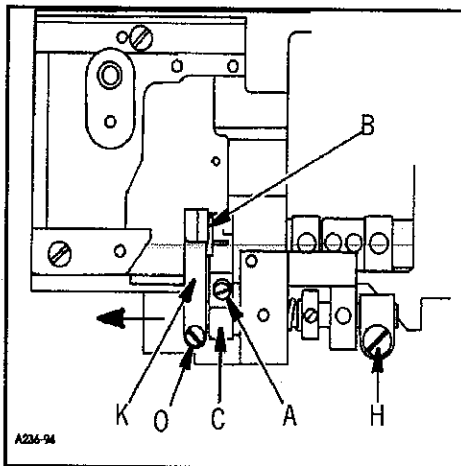
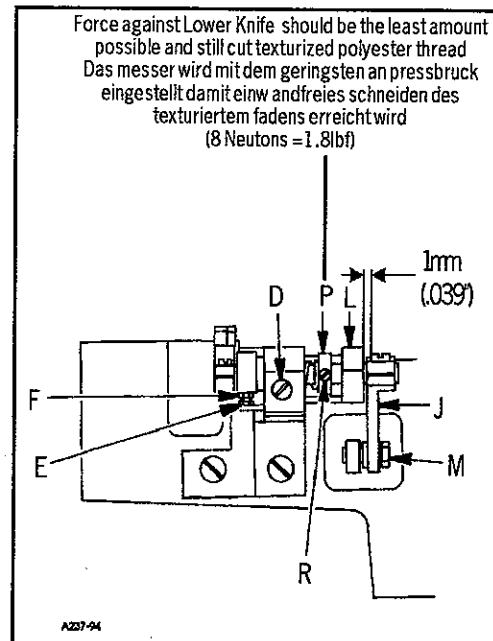
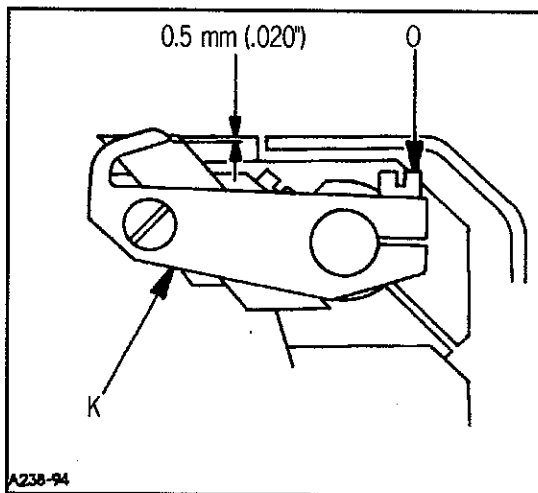

FIG. 1
FIG. 2
FIG. 3
Swing the front cloth plate to the front. Loosen screw (A, Fig. 1) in lower knife holder (C) and move lower knife (B) up or down until its cutting edge is parallel and flush with throat plate top surface. Retighten screw (A).
Note: Lower knife holder (C, Fig. 1) is set at the factory so that the cutting edge of the lower knife is parallel with the top surface of throat plate. When replacing the lower knife holder set as follows: Loosen screw (D, Fig. 2), and turn lower knife holder (C, Fig. 1), until the cutting edge of lower knife is parallel with top surface of throat plate. Retighten screw (D, Fig. 2). Secure this setting by tightening stop screw (E, Fig. 2) and lock nut (F) in lower knife holder.
Loosen screw (D, Fig. 2) and align width of trim to the left needle by moving lower knife holder (C, Fig. 1) laterally. If this adjustment is obstructed by rocker lever (J, Fig. 2), loosen screw (H, Fig. 1) and move rocker lever (J, Fig. 2) to the right until there is approximately 1 mm space between rocker lever (J, Fig. 2) and the housing of undertrimmer (L, Fig. 2). Secure setting of undertrimmer by retightening screw (D, Fig. 2). Then check if upper knife lever (K, Fig. 1) can be moved approximately 1 mm in direction of the arrow (see Fig. 1).
Schwenken Sie die vordere Stoffplatte nach vorne. Lösen Sie die Schraube (A, Fig.1) im Unter Messerhalter (C) und bewegen Sie das Messer nach oben oder unten bis die Messerschneide parallel und auf gleicher Höhe mit der Stichplatten Oberfläche steht.
Beachten Sie: Der Untermesserhalter (C, Fig.1) wird im Werk so eingestellt, daß das Untermesser parallel mit der Oberfläche der Stichplatte ist. Beim Auswechseln des unteren Messerhalters gegen einen neuen: Lösen Sie Schraube (D, Fig 2) und drehen Sie den Untermesserhalter soweit bis er parallel mit der Oberfläche der Stichplatte ist. Ziehen Sie die Schraube (D, Fig. 2) wieder an. Sichern Sie diese Einstellung durch Anziehen der Anschlagschraube (E, Fig.2) und der Kontermutter (F) im unteren Messerhalter.
Lösen Sie die Schraube (D, Fig.2) und stellen Sie die Breite des Abschnitts zur linken Nadel ein durch seitliches Verschieben des unteren Messerhalters. Sollte diese Einstellung durch den Schwinghebel (J, Fig.2) begrenzt werden, lösen Sie Schraube (H, Fig.1) und verschieben Sie den Schwinghebel (J, Fig. 2) nach rechts bis noch ca. 1mm Abstand zwischen Schwinghebel (J, Fig.2) und dem Gehäuse des Abschneiders (L, Fig. 2) verbleibt. Sichern Sie diese Position durch Anziehen der Schraube (D, Fig. 2) dann schauen Sie nach ob sich der Messerhebel (K, Fig.1) ungefähr 1mm in Pfeilrichtung bewegen läßt.
Loosen nut (M, Fig. 2) and center the link (N, Fig. 4) in rocker lever (J, Fig. 4). Retighten nut (M, Fig. 2) and by rotating handwheel move upper knife in lowest position. Loosen screw (O, Fig. 3) and swing upper knife lever (K, Fig. 3) up or down until the cutting edges of upper knife and lower knife overlap by approximately 0.5 mm (.020 in) (see Fig. 3). Retighten screw (O, Fig. 3). Check by rotating handwheel if the upper knife moves freely.
Adjust the lateral knife pressure the least amount possible and still maintain cutting (8 Neutons = 1.8 lbf), wooly or texturized polyester thread by moving collar (P, Fig. 2). Loosening screw (R, Fig. 2) and then moving collar (P, Fig. 2) to the left increases the cutting pressure; moving collar (P, Fig. 2) to the right decreases the cutting pressure.
To adjust the shear angle loosen screws (O and H, Fig. 1). Set shaft (S, Fig. 4) so that mark (Q, Fig. 4) on the shaft and mark (T, Fig. 4) on the housing of undertrimmer are lined up.
Turning shaft (S, Fig. 4) in direction of arrow increases the shear angle, turning it against direction of arrow decreases the shear angle. Retighten screws (O and H, Fig. 1) and check knives for proper trimming with wooly or texturized polyester thread. Make sure that the settings described in paragraph "SETTING THE UPPER KNIFE" are maintained.
Lösen Sie die Mutter (M, Fig. 2) und mitteln Sie das Verbindungsgelenk (N, Fig. 4) im Schwinghebel (J, Fig. 4) aus. Ziehen Sie die Mutter wieder an und bringen Sie durch drehen des Handrades das Ober Messer in die unterste Stellung. Lösen Sie die Schraube (O, Fig. 3) und schwenken Sie den Obermesser Träger (K, Fig. 3) nach oben oder unten bis sich die Schneiden von Ober- und Untermesser etwa 0.5 mm (.020 in) siehe Fig. 3. überschneiden. Ziehen Sie die Schraube wieder an (O, Fig. 3). Prüfen Sie durch drehen am Handrad ob sich das Obermesser frei bewegt.
Der seitliche Messerdruck wird mit geringstem anpressdruck eingestellt (8 Neutons = 1.8 lbf) damit einwandfreies schneidender wolle (bausch garn) oder des texturierten fadens (polyester) erreicht werden kann wird durch verschieben des Stellrings (P, Fig. 2) eingestellt. Lösen Sie die Schraube (R, Fig. 2) und durch vorschieben des Stellrings nach links erhöht den Schneiddruck, verschieben des Stellrings (P, Fig. 2) nach rechts verringert den Schneiddruck.
Zur Einstellung des Scherwinkel lösen Sie die Schrauben (O + H Fig. 1) stellen Sie die Welle (S, Fig. 4) so ein, daß sich die Markierung (Q, Fig. 4) auf der Welle und die Markierung am Gehäuse gegen über steht.
Drehen der Welle (S, Fig. 4) in Pfeilrichtung vergrößert den Scherwinkel, drehen in entgegengesetzter Richtung verkleinert ihn. Ziehen Sie die Schrauben wieder an (O + H) Fig. 1 und testen Sie die Messer auf einwandfreies Schneiden mit Wolle oder Texturierter faden (Bausch Garn). Beachten Sie, daß die im Abschnitt "EINSTELLUNG DES OBERMESSERS" beschriebenen Einstellungen erhalten bleiben.